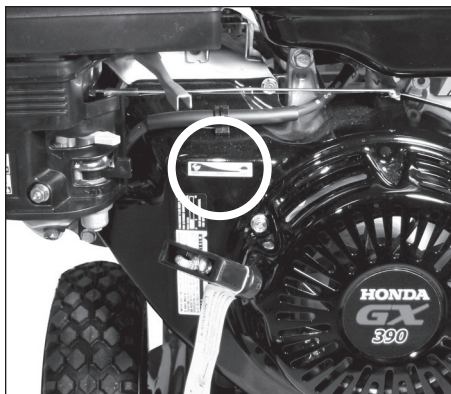

Figura 7 - Obturador
6. Abra la válvula de cierre de combustible moviendo la palanca a la derecha en la posición "ON". Cierre la toma de aire (si el motor está frío) moviendo la palanca de la toma de aire totalmente a la izquierda. Mueva el obturador totalmente a la izquierda a la posición de "Run" o "Rabbit". Gire el interruptor de encendido/apagado (ON/OFF) en la posición de encendido (ON). Ver Figura 7.